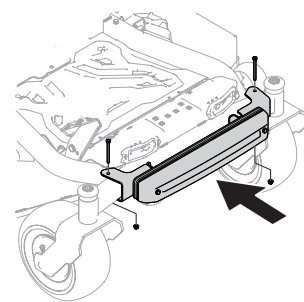

Figure 28
3. Centrez visuellement la barre de pesée sur le tracteur et utilisez deux vis à tête hexagonale de 7/16 po (710-3056) et deux écrous (712-04063) pour fixer l'ensemble de contrepoids au tracteur, comme illustré à la Figure 28. Consultez la Figure 28.